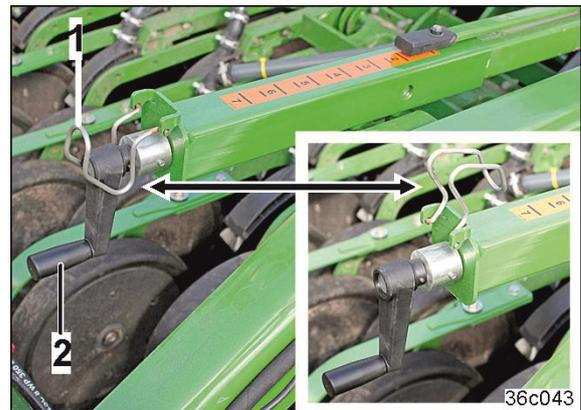

Fig. 286
1. Den Bügel (Fig. 286/1) lösen (kleines Bild).
2. Die Arbeitstiefe mit der Kurbel (Fig. 286/2) einstellen.
3. Die Kurbelstellung mit dem Bügel (Fig. 286/1) sichern.